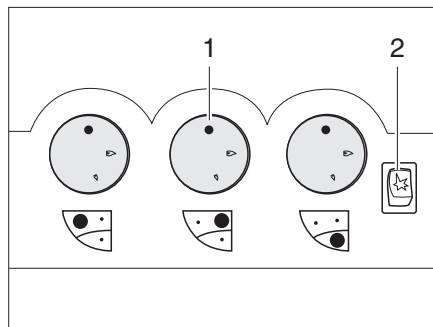
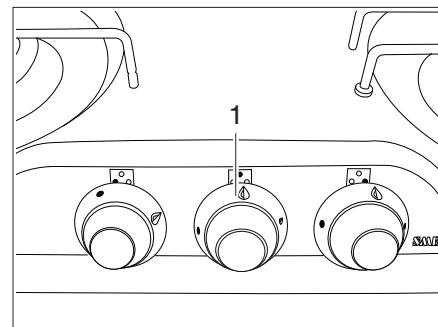

Fig. 126 Boutons de commande pour le réchaud à gaz
Fig. 127 Variante: Boutons de commande pour le réchaud à gaz
- Tourner le bouton tournant (Fig. 126,1 ou Fig. 127,1) du brûleur désiré en position d'allumage (grande flamme).
- Si une touche d'allumage (Fig. 126,2) est présente: